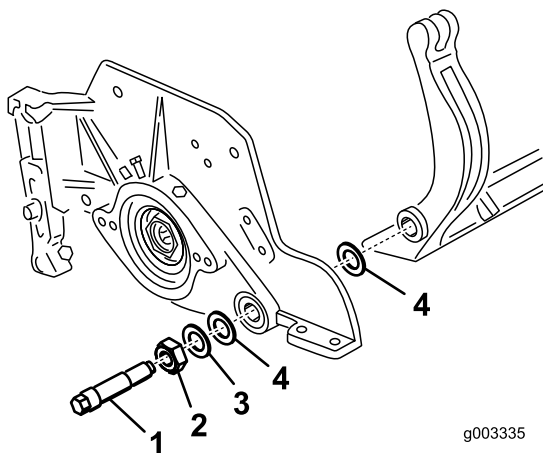

Figura 25
Guarde las 2 arandelas de nylon y la arandela de acero de cada extremo de la barra de asiento (Figura 25).
3. Coloque una arandela de nylon en cada lado del saliente de la placa lateral. Coloque una arandela de acero por fuera de cada arandela de nylon (Figura 25).